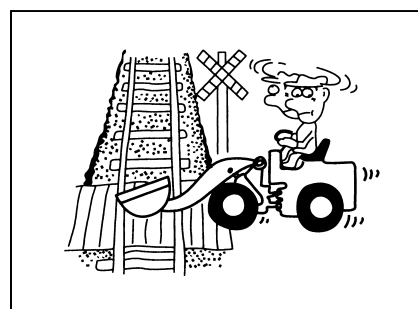

Рис.1-25
- При движении по шоссе или высокоскоростной трассе следует сначала прочитать инструкцию продукции, хорошо знать и соблюдать местные законоположение и правила уличного движения, применить знаки «медное движение», обеспечить правильное применение знаков, предупредительных ламп и предупредительных знаков, должны не вызвать препятствие уличного движения, особенно следует быстро проходить проезд(рис. 1-25).